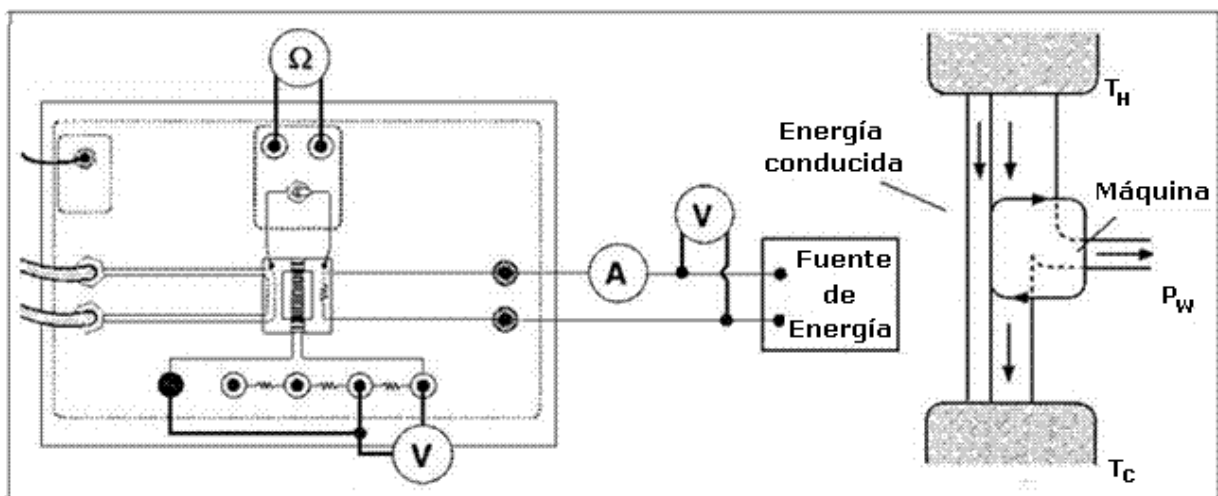

Figura 4
- A partir de la figura 4 realiza el montaje experimental:
Introducir los tubos de goma en el recipiente con agua y hielo y activar la bomba para que circule el agua. Conectar los terminales de un polímetro configurado para medir resistencias a los terminales del termistor y seleccionar la escala de 200 k Ω . Con el conmutador podemos seleccionar el foco frío o el caliente. Conectar la fuente de corriente continua a la resistencia del foco caliente. Conectar la resistencia de carga R_0 de valor 2 Ω usando los cables siguiendo el esquema de la figura 4. Conecta entre los extremos de la resistencia de carga R_0 un polímetro para medir la caída de potencial. **ANTES DE ENCENDER CUALQUIERA DE LOS DISPOSITIVOS AVISAR AL PROFESOR PARA REVISAR EL MONTAJE.**